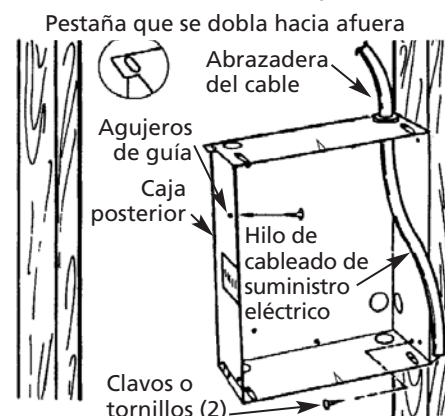

Figura 2
1. Decida qué lado de la caja posterior va a montarse sobre el poste y doble las pestañas de las esquinas posteriores 90 grados hacia fuera, de manera que la caja posterior quede rectangular respecto al poste (consulte la Figura 2).
3. Coloque la caja posterior sobre un lado del poste y fijela con clavos o tornillos como indica la Figura 2.
AVISO: A los lados de la caja posterior se encuentran agujeros guía que facilitan la instalación de tornillos para hoja metálica No. 8. Después de puestos el cielo raso o la pared acabada, introduzca un tornillo para hoja metálica No. 8 (se recomienda 1 pulg. de longitud) en el lado de la caja que no esté sobre el poste. Esto evita que se desprenda la caja posterior cuando se instale el conjunto del calentador (consulte la Figura 2).